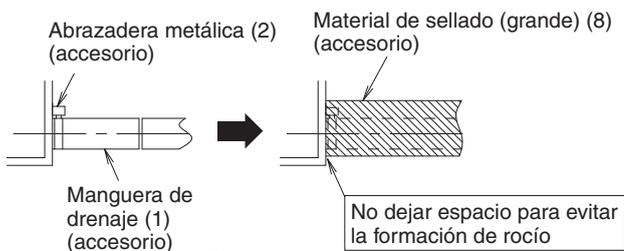
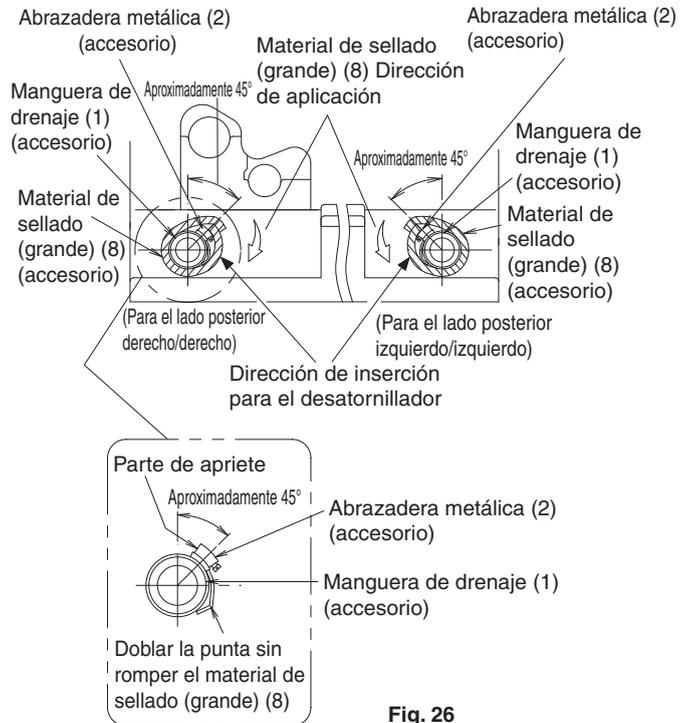

Fig. 25
Fig. 26
- Asegúrese de utilizar la manguera de drenaje suministrada (1) y la abrazadera de metal (2). Introduzca la manguera de drenaje (1) en la base del desagüe, y ajuste con firmeza la abrazadera metálica (2). (Refiérase a la Fig. 25 y Fig. 26)
(Coloque la abrazadera de metal (2) de forma tal que la parte de apriete esté en un ángulo de aproximadamente 45°, tal y como se muestra en la Fig. 26.)
- Doble el extremo de la abrazadera metálica (2) de manera que el material de sellado no forme una protuberancia. (Refiérase a la Fig. 26)
- Cuando coloque el aislante, envuelva el material de sellado (grande) (8) suministrado, comenzando desde la base de la abrazadera metálica (2) y la manguera de drenaje (1), en la dirección indicada por la flecha. (Refiérase a la Fig. 25 y Fig. 26)